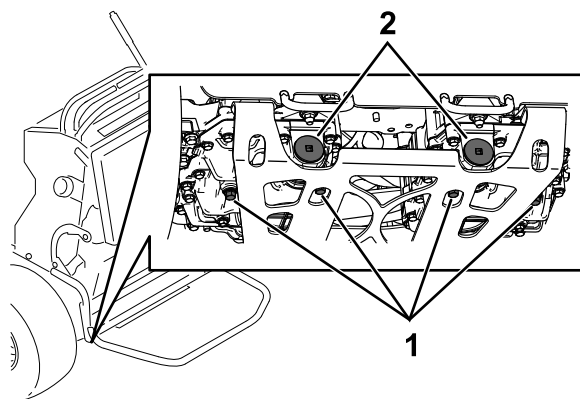

Figure 75
- Localisez le bouchon de vidange sous la base de chaque transmission et placez un bac de vidange sous les bouchons (Figure 75).